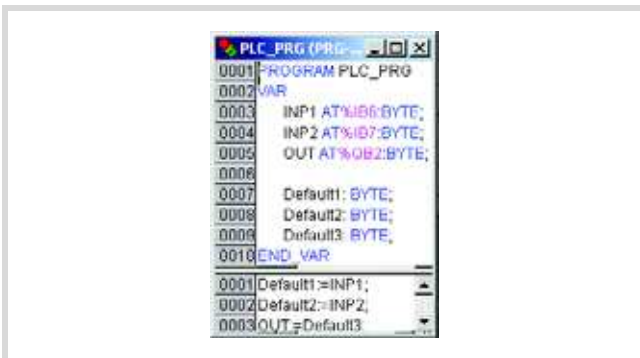

Abbildung 87: Anwenderprogramm für XC200
- ▶ Erstellen Sie das Programm nach Abbildung 87.